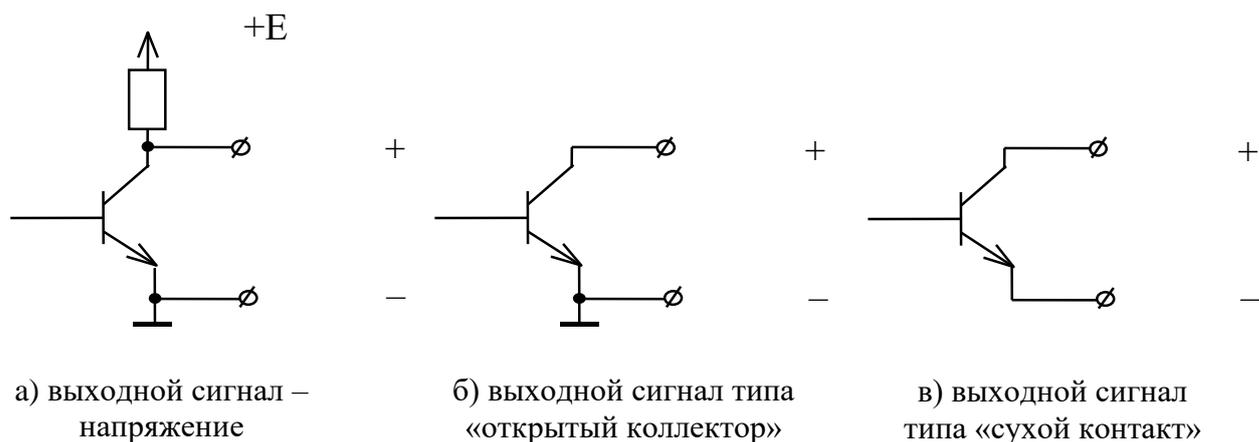

Рис. 8.11
8.8.1 Выходной каскад схемы дискретного выхода и сигнала признака реверса аппаратно может быть сконфигурирован одним из 3 способов (см. рис. 8.11):